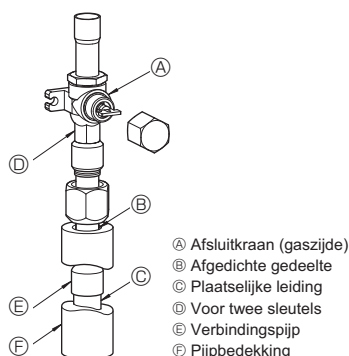

Fig. 4-3
③ Gebruik de volgende procedure voor het aansluiten van de pijpen aan de gaszijde. (Fig. 4-3)